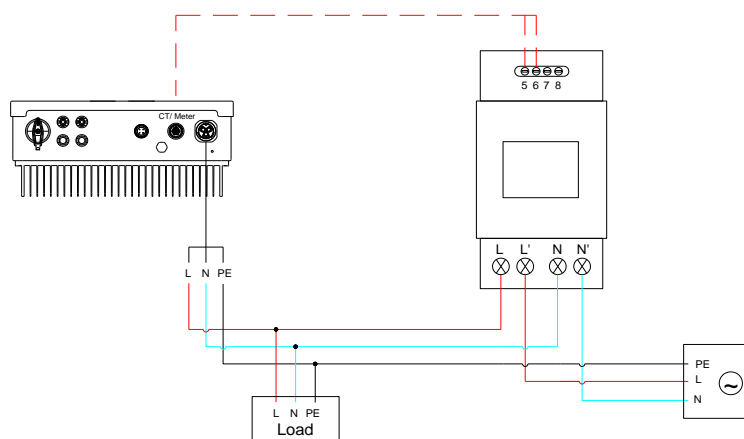
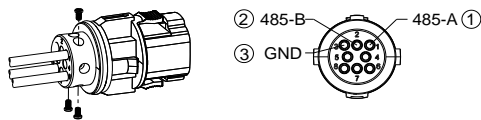

FIG.2 Diagrama de conexão elétrica e de sinal
FIG.5 Posições dos pinos do conector
3.2.2 Fiação do cabo de sinal no medidor (conforme FIG.2 e FIG.5 para conexão)
Conectar cabos elétricos conforme FIG.2 e folha seguinte. Mais informações detalhadas, consulte o manual do usuário do inversor.